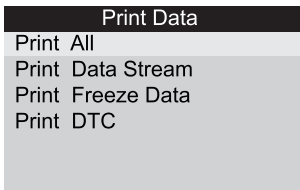

Figure 5.2
4) Utilisez le bouton de défilement DP / BAS pour sélectionner Imprimer les données du menu principal dans l'outil d'analyse, puis appuyez sur le bouton OK. (Figure 5.2)